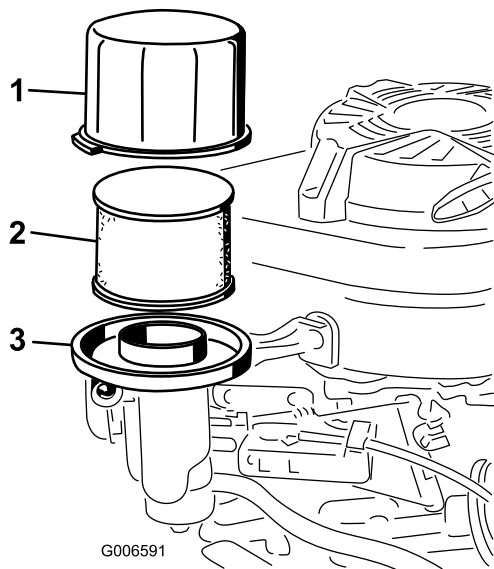

Figura 25
3. Togliete il coperchio e pulitelo accuratamente (Figura 25).
4. Rimuovete il prefiltra in schiuma sintetica dal filtro di carta (Figura 25) e sostituite quest'ultimo se è eccessivamente sporco.